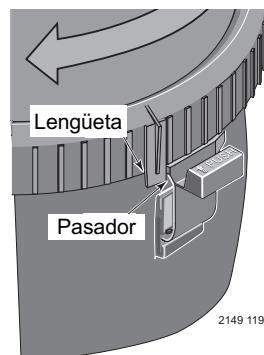

Figura 3 – Gire el Aro Posi-Lok™ hasta que la lengüeta quede trabada detrás del pasador de seguridad.
1. Fije el aro Posi-Lok™ haciéndolo girar HACIA LA DERECHA hasta que haga clic, después del pasador de seguridad (consulte la Figura 3). Deje de girar cuando el aro haga clic después del pasador. Es posible que el aro quede ligeramente flojo, pero se ajustará más cuando se encienda la bomba y el filtro esté bajo presión.
- d. Gire el aro Posi-Lok™ hacia la derecha hasta que quede trabado detrás del pasador de seguridad (consulte la Figura 3).